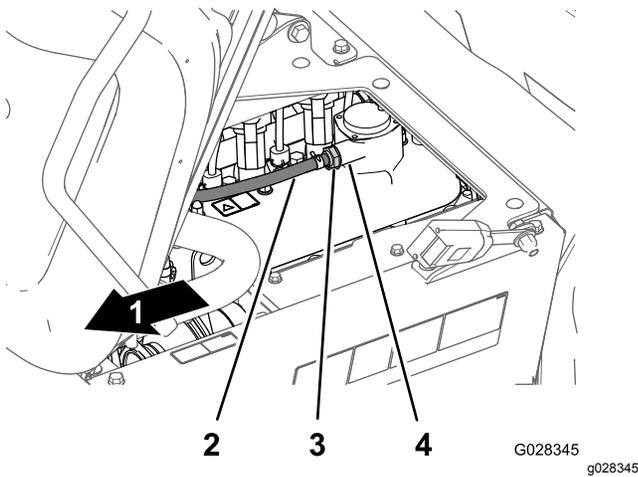

Figura 77
2. Retire la válvula del sistema PCV del acoplamiento de la tapa de válvulas (Figura 77).
Nota: Si suena el limitador interno de la válvula, la válvula del sistema PCV está bien; si el limitador interno no está libre y no suena al sacudirse, sustituya la válvula (Figura 77).
4. Introduzca la válvula del sistema PCV hasta que quede correctamente asentada en la junta del acoplamiento de la tapa de válvulas (Figura 77).